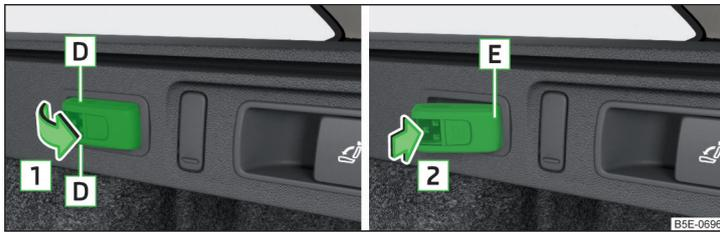

Abb. 124 Herausnehmbare Leuchte: herausnehmen/einsetzen
- Zum **Herausnehmen** die Leuchte im Bereich **D** fassen und in Pfeilrichtung **1** herausschwenken » Abb. 124.
- Zum **Einsetzen** die Leuchte zuerst mit dem hinteren Teil **E** in die Halterung einsetzen » Abb. 124 und danach die Leuchte in Pfeilrichtung **2** nachdrücken, bis diese hörbar einrastet.